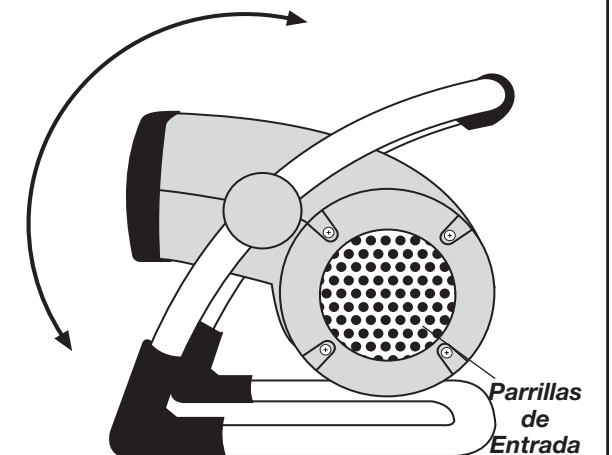

Figura 2
7. Mueva la **Perilla de Encendido** hasta la posición de calor deseada. El Calor Alto (1500 vatios) está representado por el (2) y el Calor Bajo por el (1).
9. Para ajustar el ángulo del flujo de aire del Calentador, haga girar el cuerpo del Calentador hacia delante o hacia atrás hasta la posición deseada. **Figura 2**
11. Para desconectar el Calentador, gire la **Perilla de Encendido** hacia la posición de "APAGADO" (0), luego retire el enchufe del tomacorriente.